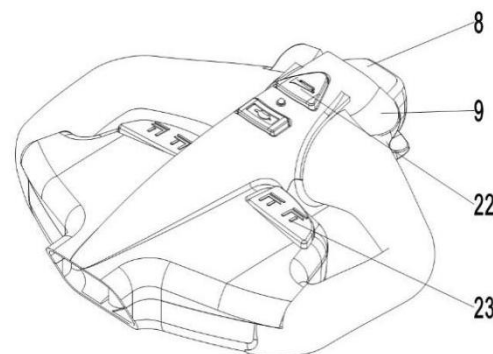
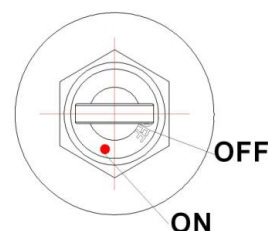
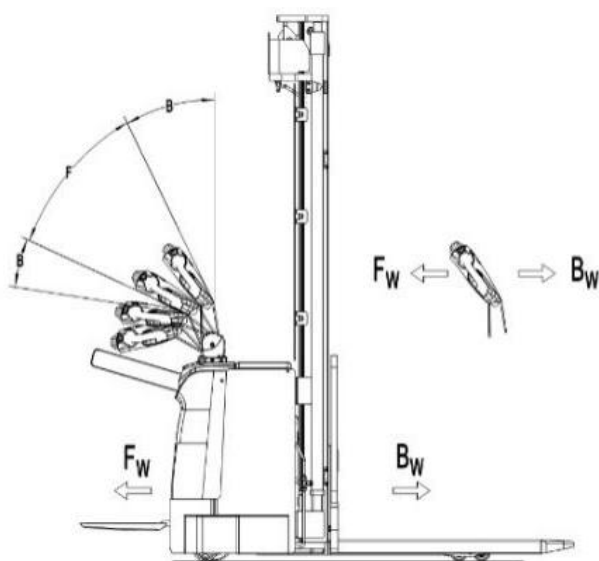

Рис. 7: Рукоятка управления
Рис. 8: Замковый выключатель
Рис. 11: Направления движения
Нажмите кнопку подачи звукового сигнала (рис. 7, поз. 22), чтобы включить звуковой предупреждающий сигнал.
Подведите штабелер с опущенными вилами под поддон полностью. Нажмите и удерживайте кнопку подъема (рис. 7, поз. 23) пока не достигните желаемой высоты подъема.
Если вилы штабелера находятся в стеллажном пространстве, необходимо осторожно отъехать от стеллажа с или без паллета. Во время движения необходимо удостовериться, что вилы не задевают стеллаж. Нажать и удерживать кнопку снижения (рис. 7, поз. 23). Опускать груз, пока вилы не освободятся от паллета, затем аккуратно отъехать от груза.
После того, как ключ повернут в положение «ON» (ВКЛ) (Рис.8), либо введен ПИН-код или использована карточка доступа, и аварийная кнопка вытянута, переведите ручку управления в рабочее положение («F», рис.11).
Отклоните маховики управления в нужном направлении «вперед» («Fw», рис. 11) или «назад» («Bw», рис. 11).
Контролируйте скорость передвижения при помощи маховиков (рис. 7, поз. 9) для достижения требуемой скорости.
- Переключение маховиков управления (рис. 7, поз. 9) обратно в начальное положение или освобождение маховиков активирует систему торможения. Штабелер тормозит до полной остановки.
- При переключении маховиков управления (рис. 7, поз. 9) из положения «движение в одном направлении» в положение «движение в противоположном направлении», штабелер постепенно тормозит, пока не начнет движение в противоположном направлении.
- Штабелер тормозит, если ручку управления перевести в верхнее или нижнее положение к точкам торможения («В», рис. 11). При отпуске рукоятки управления автоматически возвращается в верхнее положение к точке торможения («В», рис. 11). Штабелер будет тормозить, пока не остановится.
- Кнопка противоотката (безопасности) (рис. 7, поз. 8) защищает оператора от получения повреждений и травм. Если эта кнопка включена, штабелер тормозит и начинает движение в противоположном направлении («Вw», рис. 11) на небольшое расстояние и останавливается. Необходимо помнить, что эта кнопка действует, даже если штабелер не едет, но ручка управления находится в рабочем положении.